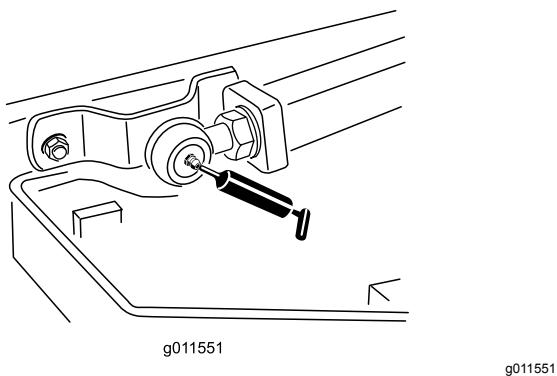

Bild 82
- Zwei Hubarm-Kugelgelenke (Bild 82)